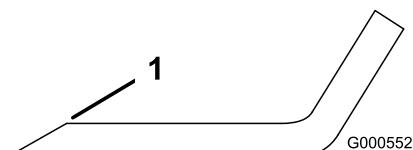

Figura 55
- Utilize uma lima para afiar a aresta de corte em ambas as extremidades da lâmina (Figura 55).
Nota: Se a lâmina não estiver equilibrada, lime algum metal da extremidade da aba apenas (Figura 55).